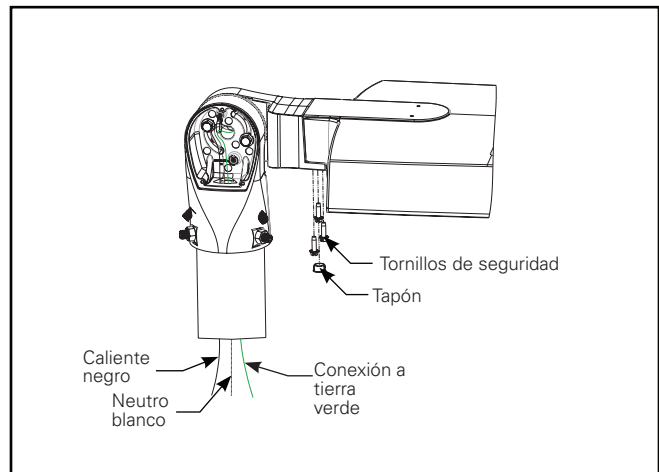

Figura 8.
- Fije el luminario al brazo de montaje de la siguiente manera: (Figura 8).